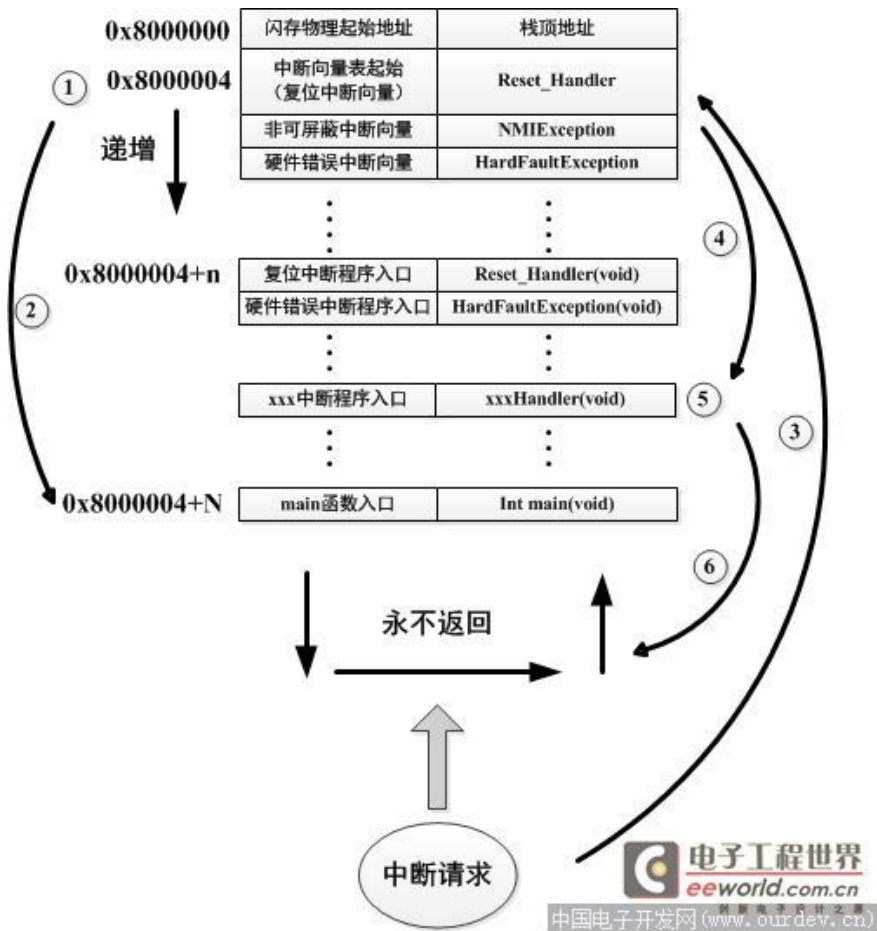
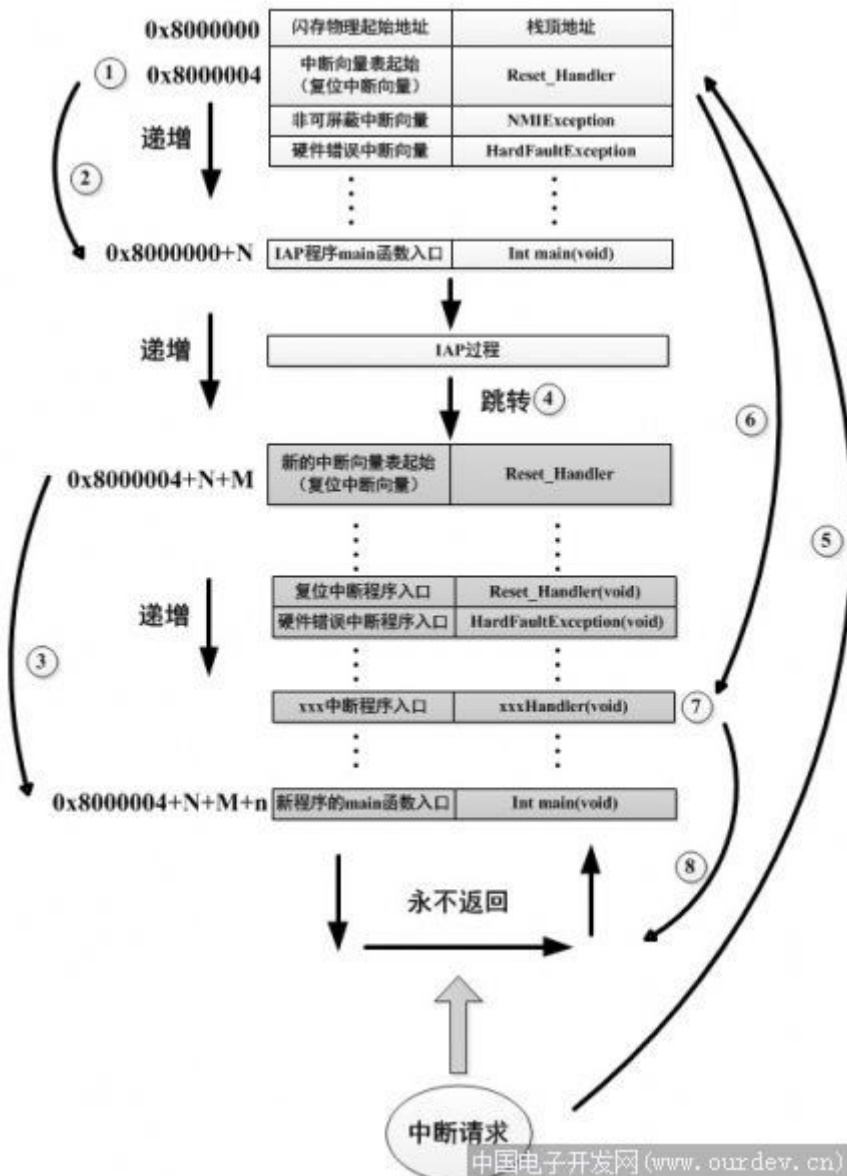

图 1 STM32 常规程序运行流程
图 2 加入 IAP 后的程序运行流程图
在 STM32 微控制器上实现 IAP 方案，除了常规的串口接收数据以及闪存数据写入等常规操作外，还需注意 STM32 的启动过程和中断响应方式。图 1 显示了 STM32 常规的运行流程。
对图 1 解读如下：
- 1、STM32 复位后，会从地址为 0x8000004 处取出复位中断向量的地址，并跳转执行复位中断服务程序，如图 1 中标①所示。
- 2、复位中断服务程序执行的最终结果是跳转至 C 程序的 main 函数，如图 1 中标号②所示，而 main 函数应该是一个死循环，是一个永不返回的函数。
- 3、在 main 函数执行的过程中，发生了一个中断请求，此时 STM32 的硬件机制会将 PC 指针强制指回中断向量表处，如图 1 中标号③所示。
- 4、根据中断源进入相应的中断服务程序，如图 1 中标号⑤所示。
- 5、中断服务程序执行完毕后，程序再度返回至 main 函数中执行，如图 1 中标号⑥所示。
- 若在 STM32 中加入了 IAP 程序，则情况会如图 2 所示：
对图 2 的解读如下:
- 1、STM32 复位后，从地址为 0x8000004 处取出复位中断向量的地址，并跳转执行复位中断服务程序，随后跳转至 IAP 程序的 main 函数，如图 2 中标号①、②所示。这个过程和图 1 相应部分是一致的。
- 2、执行完 IAP 过程后（STM32 内部多出了新写入的程序，图 2 中以灰色底纹方格表示，地址始于 0x8000004+N+M）跳转至新写入程序的复位向量表，取出 APP 程序的复位中断向量的地址，并跳转执行 APP 程序的复位中断服务程序，随后跳转至新程序的 main 函数，其过程如图 2 的标号③所示。APP 程序的 main 函数应该也具有永不返回的特性。同时应该注意在 STM32 的内部存储空间在不同的位置上出现了 2 个中断向量表。
- 3、在新程序 main 函数执行的过程中，一个中断请求来临，PC 指针仍会回转至地址为 0x8000004 中断向量表处，而并不是 APP 程序的中断向量表，如图 2 中标号⑤所示。注意到这是由 STM32 的硬件机制决定的。
- 4、根据中断源跳转至对应的中断服务，如图 2 中标号⑥所示。注意此时是跳转至了 APP 程序的中断服务程序中。
5、中断服务执行完毕后，返回 main 函数。如图 2 中标号⑧所示。